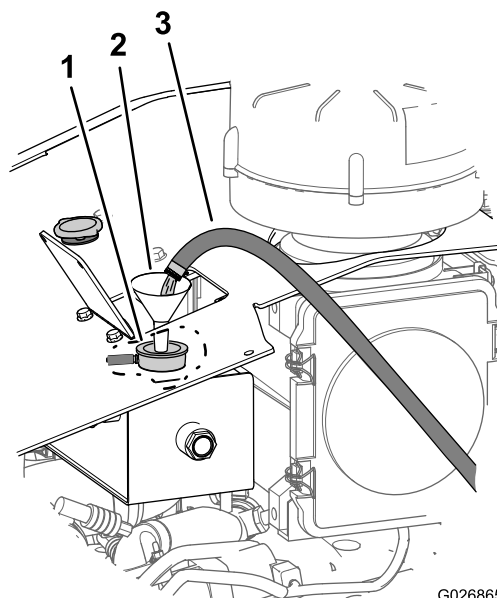

Bild 109
- A. Füllen Sie die Kühlanlage mit sauberem Wasser (Bild 109).